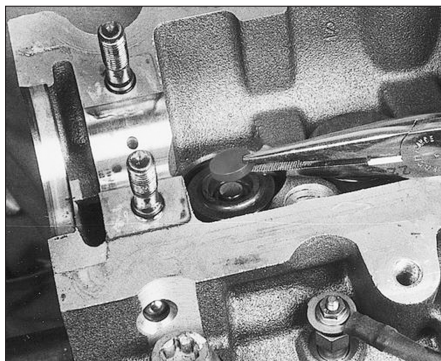

FIG. 13
- Monter la pastille de réglage choisie sur l'extrémité de la tige de soupape (Fig.13) (si la pastille est chanfreinée, orienter le chanfrein vers le poussoir).